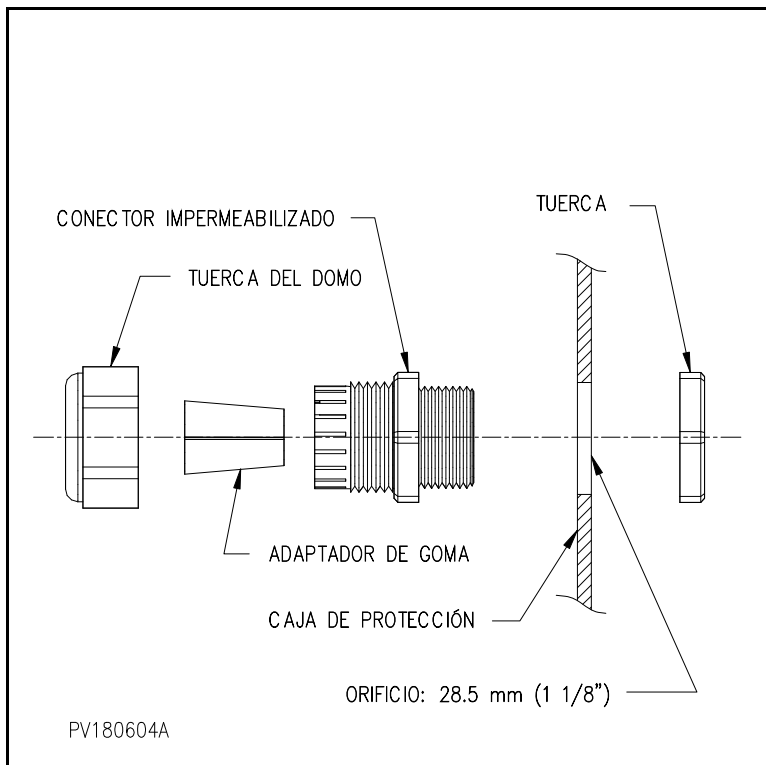

Figura 4
5. Taladre orificios adecuados para los conectores impermeables relevadores de tensión correspondientes. Consulte la figura 4.